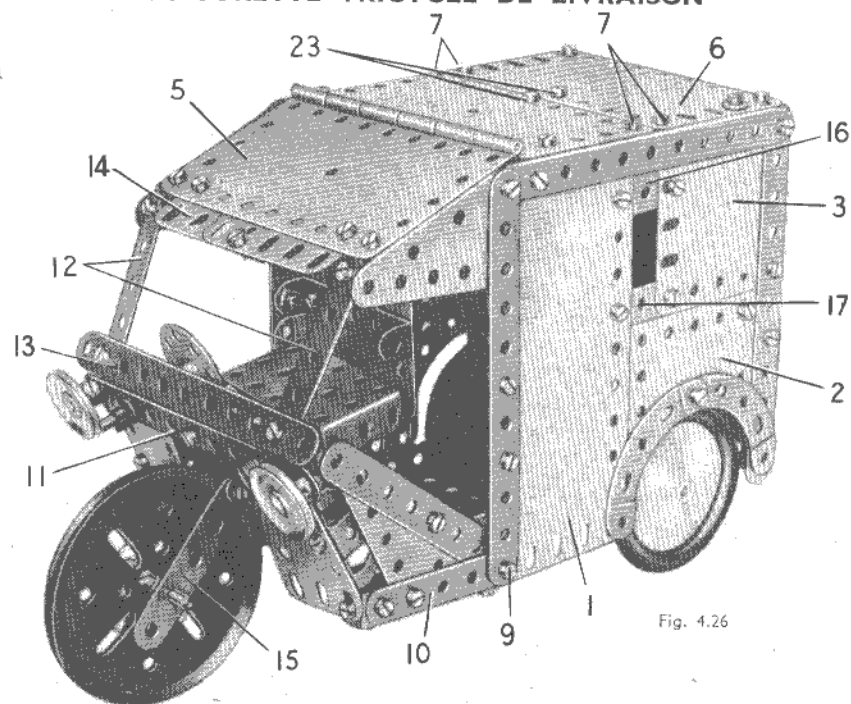

Fig. 4.26
Le côté qui apparaît sur la fig. 4.26 est constitué par une plaque flexible de  $14 \times 6$  cm. (1), une plaque flexible de  $14 \times 4$  cm. (2), et une plaque flexible de  $6 \times 6$  cm. (3). Une bande de 5 trous (16) et une embase triangulée (17) bordent la fenêtre ménagée entre les plaques. L'autre côté est constitué par une plaque flexible de  $14 \times 6$  cm. et une de  $14 \times 4$  cm. placées bord à bord, et par une plaque flexible de  $6 \times 6$  cm. située à l'angle inférieur avant.